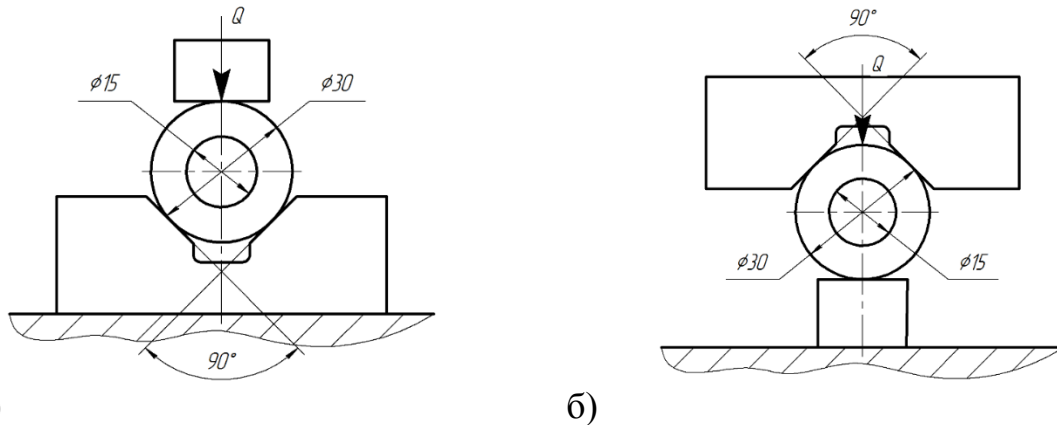

Рисунок 3.6.
40. Вибрати схему базування, що забезпечує більш високий ступень співвісності зовнішнього і внутрішнього діаметрів втулки (рис.3.6). Обґрунтуйте цей вибір.